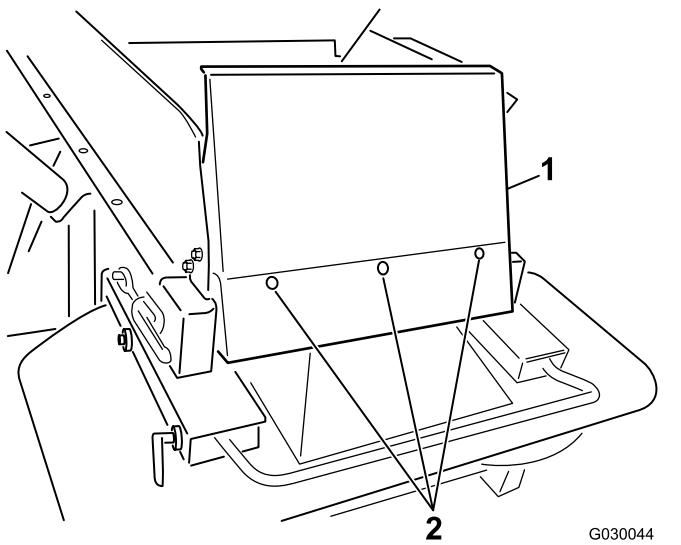

Figura 7
6. Instale a proteção da tremonha utilizando os parafusos de cabeça de tremoço ($\frac{1}{4} \times \frac{5}{8}$ pol.) e porcas de bloqueio de nylon fornecidos (Figura 7).